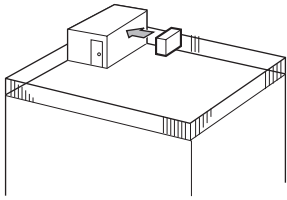

Fig. 2-3
- ① Richten Sie die Luftaustrittsöffnung mit einem Abstand von etwa 35 cm auf die nächstgelegene Wand aus. (Fig. 2-3)